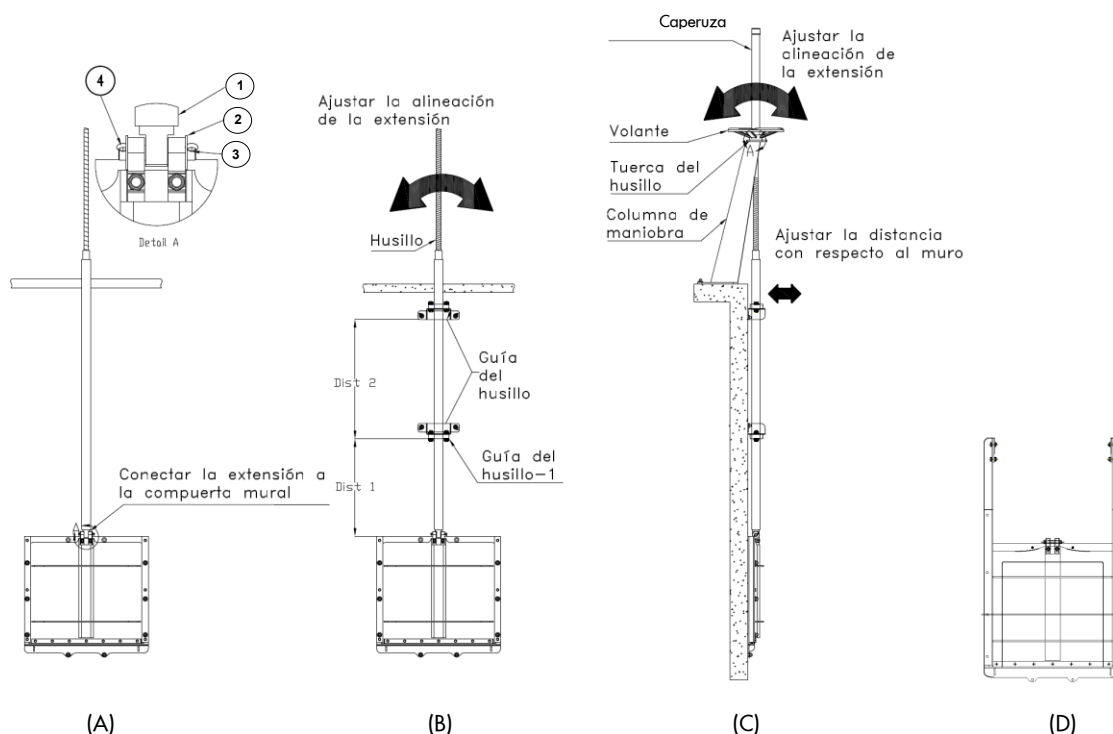

Figura 9
3. A continuación, instalar todos los soportes a pared mediante anclajes, salvo la primera (ver Figura 9-B, "Guía del Husillo-1"). Consultar el plano de aprobación para obtener información acerca de las dimensiones Dist-1 y Dist-2 (ver Figura 9-B)
5. Instalar la columna de maniobra y el volante. Engranar el husillo en la tuerca y girar el volante para desplazarlo hasta el nivel del suelo de maniobra. Hay que asegurarse de que la extensión esté perfectamente alineada y es paralela a la superficie del muro. Ajustar en caso necesario la posición de las guías de (U)HMWPE de los soportes a pared. Una vez que la extensión esté perfectamente alineada, instalar la columna de maniobra mediante anclajes
6. Accionar la compuerta mural y desplazarla hasta la posición abierta. Instalar la "Guía del Husillo-1", de tal forma que la parte superior de la tajadera golpee contra la guía del husillo. Tener en cuenta que la "Guía del Husillo-1" se instala orientada según se muestra en las figuras 9-B y 9-C (con la guía de (U)HMWPE hacia abajo). Algunos modelos incorporan largueros laterales extendidos, los cuales realizan también la función de tope mecánico para la posición ABIERTA (ver Figura 9-D). En cualquier caso, consultar el plano de aprobación